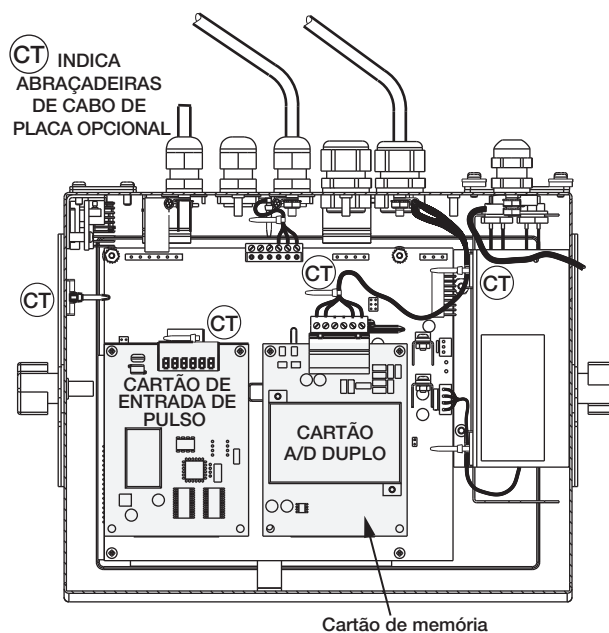

Figura 2-10. Placas Opcionais Instaladas, Mostrando os Cabos Presos
4. Faça as conexões aos cartões opcionais conforme necessário. Use presilhas para prender os cabos soltos no interior do gabinete, como mostrado na Figura 2-10. Quando a instalação estiver concluída, remonte o gabinete.